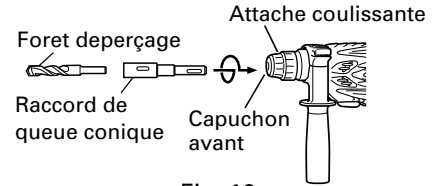
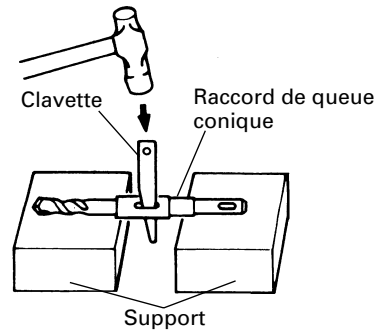

Fig. 16
Fig. 17
- (1) Monter le raccord de queue conique sur le marteau rotatif à percussion. (Fig. 16)
- (2) Fixer la mèche (queue conique) sur le raccord de queue conique. (Fig. 16)
- (3) Mettre l'interrupteur sur la position de marche (ON) et percer un trou de la profondeur voulue.
- (4) Pour retirer la mèche (queue conique), introduire la clavette dans la fente du raccord de queue conique et frapper la tête de la clavette avec un marteau alors que le perceuse est placée sur le support. (Fig. 17)